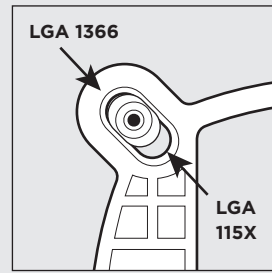

figure 1
- For LGA 115X installation, slide the backplate pins inside (figure 1).
- For LGA 1366 installation, slide the backplate pins outside (figure 1).
- Pour l'installation sur un socket LGA 115x, faites glisser les broches de la plaque arrière vers l'intérieur (figure 1).
- Pour l'installation sur un socket LGA 1366, faites glisser les broches de la plaque arrière vers l'extérieur (figure 1).
- Schieben Sie die Stifte der Rückwand nach innen, um LGA 115X zu montieren (Abbildung 1).
- Schieben Sie die Stifte der Rückwand nach innen, um LGA 1366 zu montieren (Abbildung 1).
- При установке LGA 115X задвиньте штырьки внутрь (Рис. 1).
- При установке LGA 1366 задвиньте штырьки наружу (Рис. 1).
- 要安装LGA 115X, 请将背板针脚插入 (图1)。
- 要安装LGA 1366, 请将背板针脚拔出 (图1)。